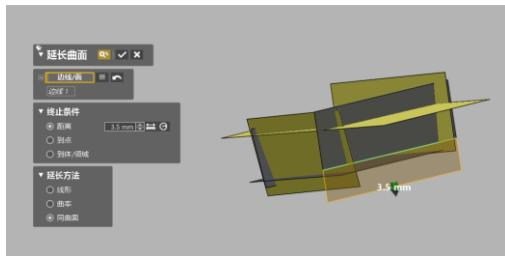

图 4.71 延长曲面
13) 点击菜单栏模型>延长曲面图标 延伸曲面 ，弹出延长曲面对话框，选择要延长的边，终止条件：距离，3.5mm，延长方法：同曲面，如图 4.71 所示，点击确定退出。